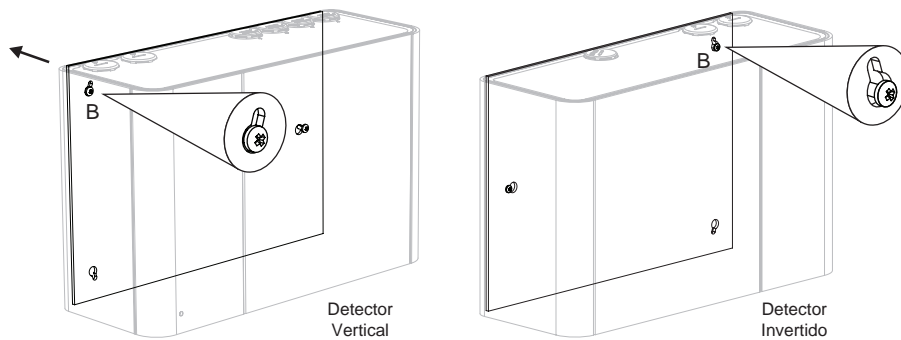

Figura 4-29: Colocación del detector sobre el segundo tornillo
- Gire el detector en el sentido de las agujas del reloj para colocar el extremo grande del orificio superior izquierdo del detector (o superior derecho, si el detector está invertido), sobre la cabeza del tornillo B. Empuje el detector hacia la pared (Figura 4-29).